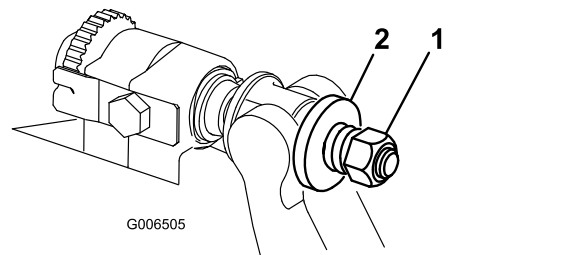

图23
6. 旋紧弹簧加压螺母，直到弹簧完全压紧，然后往回松开 $1/2$ 圈（图23）。